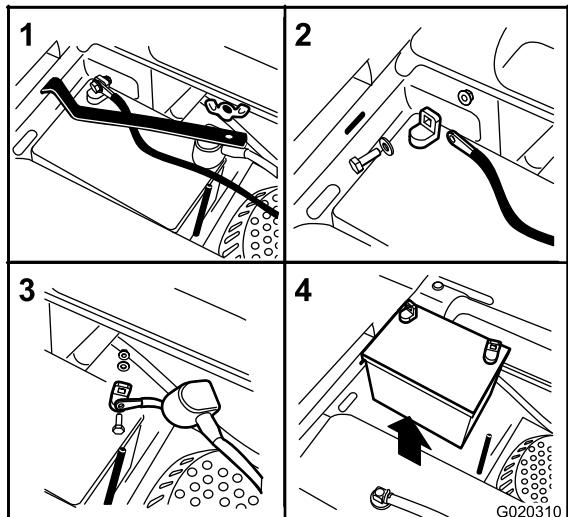

Figura 44
3. Retire la tuerca de orejeta que sujetla la abrazadera de la batería (Figura 44).
4. Retire la abrazadera (Figura 44).
5. Primero desconecte el cable negativo (negro) del borne negativo (-) (negro) de la batería (Figura 44).
6. Retire la cubierta de goma roja del borne positivo (rojo) de la batería y retire el cable positivo (+) (rojo) (Figura 44).
- Coloque la batería en la bandeja con los bornes en el lado opuesto del depósito de combustible (Figura 44).
- Fije los cables con 2 pernos, 2 arandelas, y 2 contratuerzas (Figura 44).
- Instale la abrazadera y sujétela con la tuerca de orejeta (Figura 44).